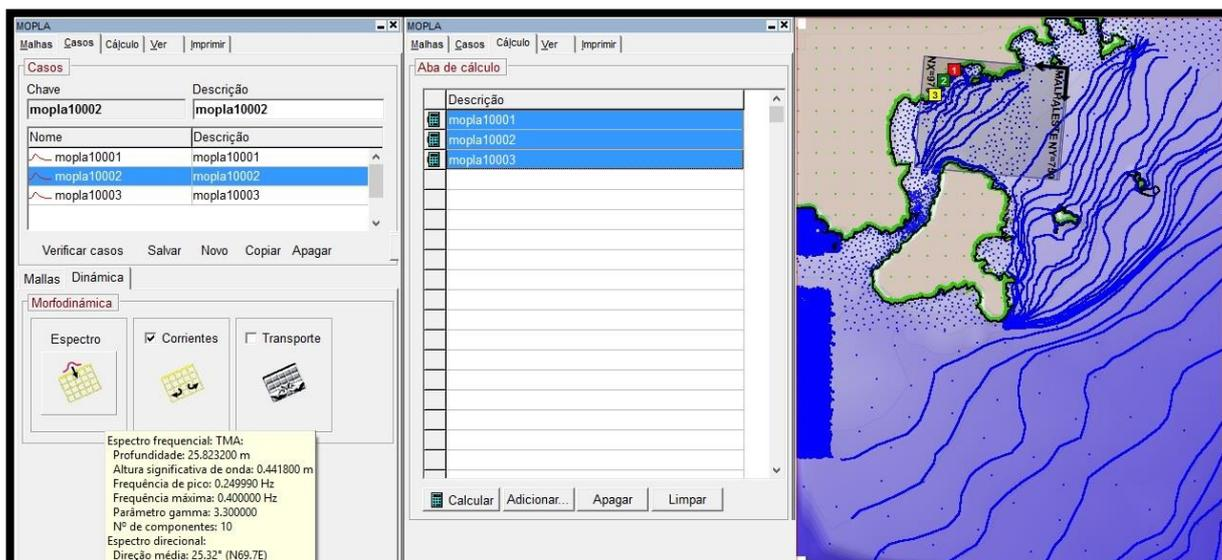

Figura 40 – Interface gráfica do SMC 3.0 (MOPLA) com os casos gerados a partir do SMC Tools.
- 64) Abrir o projeto no SMC 3.0 (interface MOPLA com a Batimetria Interpolada (“Batimetria Regenerada”) vista no “Editor de plano de trabalho”). Na janela MOPLA, ir à subaba “Casos” e verificar se foram transferidos todos os casos enviados (Figura 40);